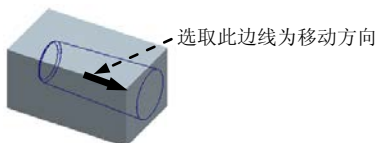
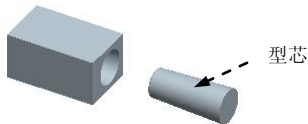

图 7.20 选取移动方向
图 7.21 移出后的型芯
(1) 在系统  **为迁移号码1 选择构件。** 的提示下，先将鼠标指针移至模型上，并右击，从弹出的快捷菜单中选中 **从列表中拾取** 命令。
(2) 在系统弹出的“从列表中拾取”对话框中，单击列表中的型芯模具零件 **CORE_MOLD.PRT**，然后单击 **确定 (D)** 按钮。
(3) 在“选择”对话框中单击 **确定** 按钮。
Step4. 在系统 **通过选择边、轴或面选择分解方向** 的提示下，选取图 7.20 所示的边线为移动方向，然后在系统的提示下，输入要移动的距离值 100，并按 Enter 键。
(1) 在 **Define Step (定义步骤)** 菜单中选择 **Interference (干涉)** 命令。
(2) 在系统提示下选取 **移动1** 命令。
(3) 再选择 **Static Part (静态零件)** 命令，此时系统提示 **选择统计零件**。（注：此处应翻译成“选择静止的模具零件”），从屏幕的模型中选取注射件，系统在信息区提示 **没有发现干涉**。
(4) 选择 **Done/Return (完成/返回)** 命令，完成干涉检查。
Step6. 在 **DEFINE STEP (定义步骤)** 菜单中选择 **Done (完成)** 命令，完成型芯的移动，移出后的型芯如图 7.21 所示。